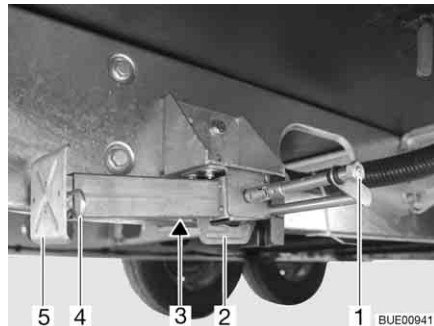

Bild 25 Stödben
- Placera hylsnyckeln på sexkanten (Bild 25,1) och vrid runt den tills stödbenet står rakt neråt.
- När längden på stödbenet kan justeras, dras sprinten (Bild 25,4) ut ur stödbenets förlängning (Bild 25,5).
- Placera hylsnyckeln på sexkanten (Bild 25,1) och vrid runt den tills stödbenet inte längre sitter mot marken.
- Skjut in stödbensförlängningen (Bild 25,5) helt och sätt in sprinten (Bild 25,4) i borrhålet på stödbensförlängningen.
- Vrid sexkanten (Bild 25,1) tills stödbenet svängs uppåt och spåret (Bild 25,2) är helt vid slutet av skåran (Bild 25,3).